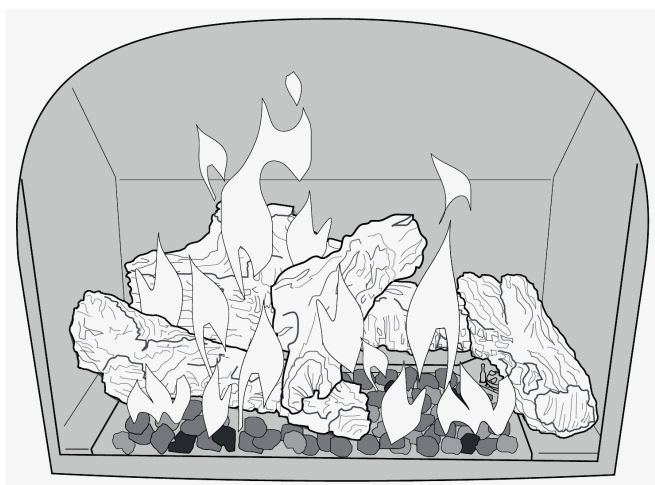

Figure 38. Apparence des flammes au réglage maximal («High») après environ 15 à 20 minutes de chauffage.
3. **RÉGLAGE DU BRÛLEUR :** Ce poêle est doté d'une valve de contrôle de gaz à débit variable qui permet un réglage manuel facile de la hauteur des flammes et de la puissance de chauffage. Pour régler l'intensité des flammes, tournez le bouton «HI/LO». La hauteur des flammes s'ajustera à environ 50% entre les réglages BAS et HAUT. Voir fig.38. IL NE DOIT PAS Y AVOIR DE FUMÉE NI DE SUIE. S'IL Y EN A, VÉRIFIEZ LA POSITION DES BÛCHES. SI LA SUIE OU LA FUMÉE PERSISTE, L'OBTURATEUR D'AIR PEUT NéCESSITER UN AJUSTEMENT. Voir la section «Apparence des flammes/Réglage de l'obturateur d'air» de ce manuel, pour régler et ajuster correctement l'obturateur d'air. Note: Plus le conduit d'évacuation comporte de déviations, plus l'obturateur d'air nécessitera un ajustement. Voir fig. 20.